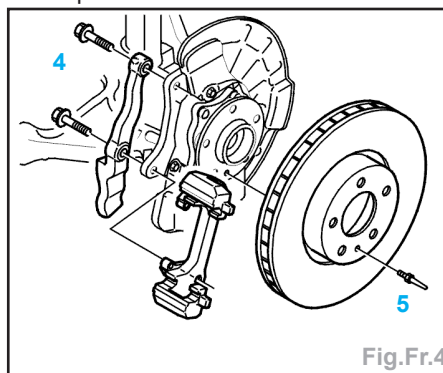

Fig.Fr.4
- les 2 vis de fixation (4) du support d'étrier (Fig.Fr.4),
- le téton de positionnement (5) et le disque de frein.